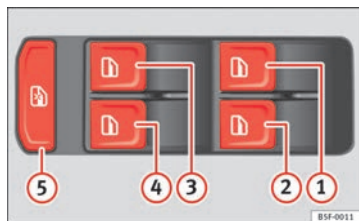

Abb. 56 Ausschnitt aus der Fahrertür: Tasten für die Fenster vorne und hinten
Die Tasten ⇒ Abb. 56 ①, ②, ③ und ④ weisen zwei Stufen zum Öffnen und zwei zum Schließen des Fensters auf. Dadurch ist es einfacher, die Öffnungs- und Schließvorgänge zu kontrollieren.